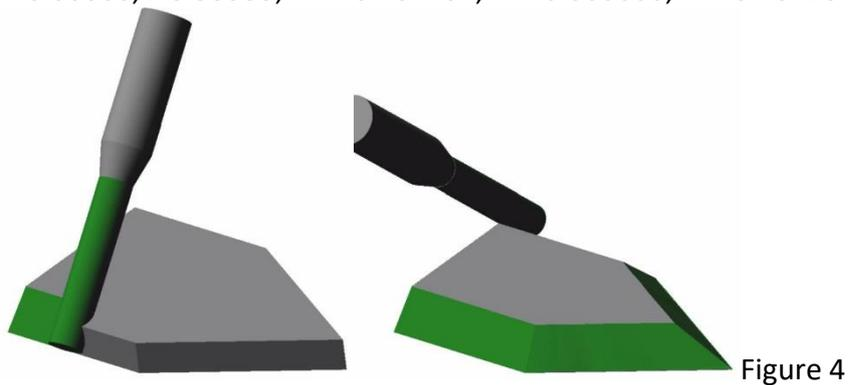

Figure 4
I.6. L'usinage par contournage a été programmé en 5 axes afin de garantir la dépouille de  $45^\circ$  sur la pièce (Figure 4). On souhaite commander la machine DIAM 320. Le fichier APT de description des trajectoires FAO produit les 5 points de passage suivants extrait du fichier APT (Format : GOTO / X,Y,Z,I,J,K) :